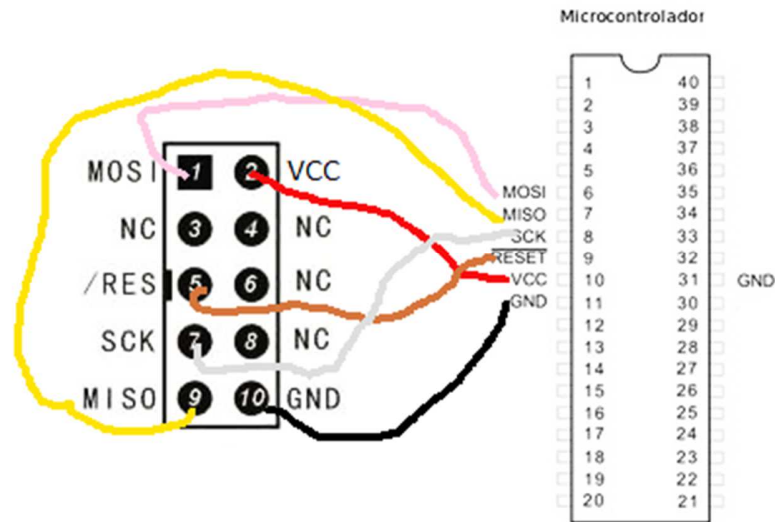
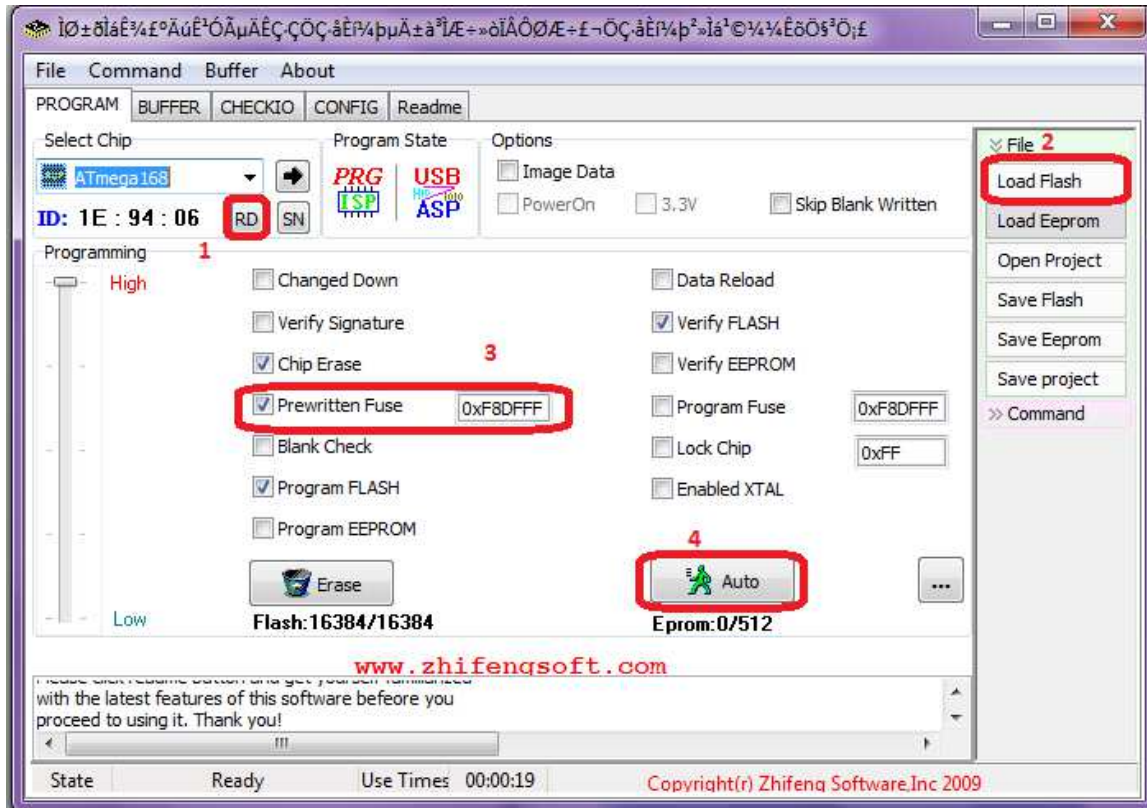

Figura 10: Conexión del programador al micro.
Figura 12: Pasos para programar.
Vamos a abrir el software “progisp.exe”, luego veremos que se muestra en la figura 10.
Para nuestro caso utilizaremos un ATMEGA 168, entonces debemos realizar la conexión como se muestra en la figura 10, aunque el software también nos sugiere como se debe conectar el micro según la referencia , puesto no todos se conectan de la misma manera, en la figura 12 podemos ver como se debe conectar según el software.
Por ultimo antes de seleccionar el botón (4) **"Auto"**, verificamos que estén seleccionadas las casillas que se presentan en la figura 12, en la interfaz.